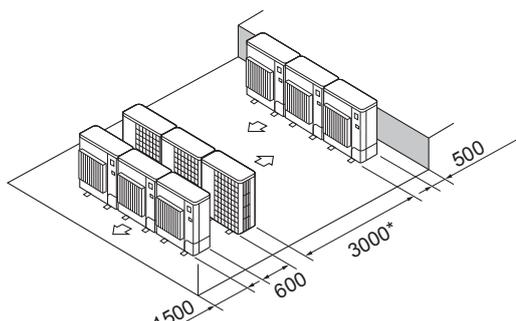

Fig. 2-13
- ⑥ Расположение приборов в несколько горизонтальных рядов (Fig. 2-13)